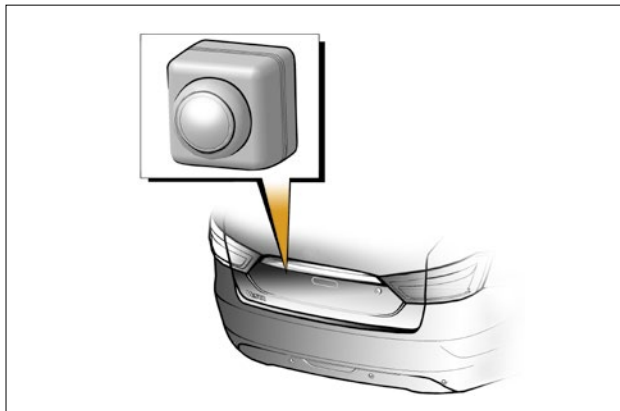
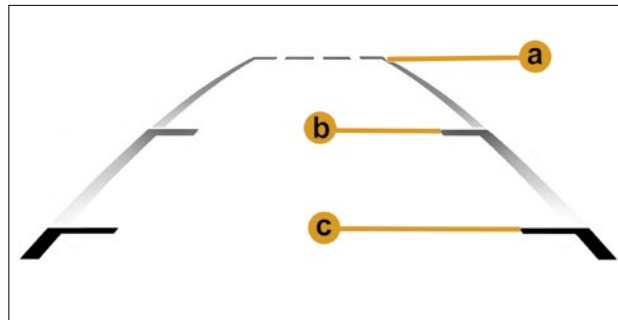

Рис. 1. Камера заднего вида
Рис. 2. Парковочный коридор камеры заднего вида
**В варианте исполнения** автомобиль оснащается камерой заднего вида (КЗВ) со статическими линиями\* на экране. КЗВ активируется при включении передачи заднего хода и формирует видеосигнал цветного изображения с парковочными линиями (рис. 2, линии с буквенным обозначением **a**, **b**, **c**) для отображения обстановки сзади автомобиля. Сигнал с КЗВ отображается на дисплее мультимедийной системы (мультимедийная система должна быть включена). КЗВ установлена в накладке крышки багажника (рис. 1). Начальная ширина парковочного коридора (рис. 2) соответствует габаритным размерам автомобиля плюс 200 мм на каждую сторону.